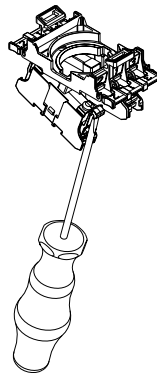

Fig. 12a
- 3a: Desmontaje de los elementos de contacto (véase fig. 12a)